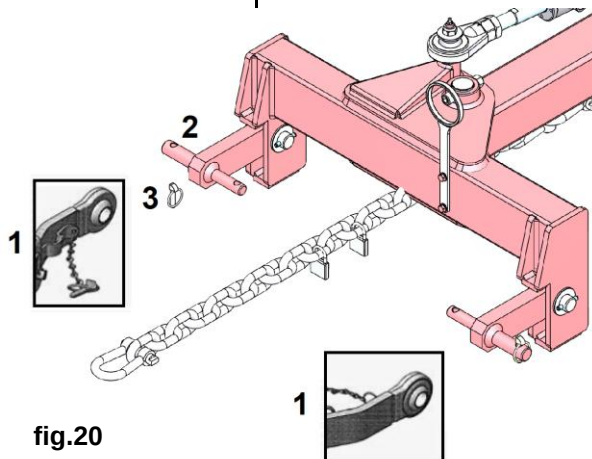

fig.20
Fig.20 - A seconda del tipo di bracci (1), i perni (2) possono essere agganciati oppure inseriti nei rispettivi alloggiamenti. Nel secondo caso, i perni vengono assicurati con spine di sicurezza (3).
Fig.20 - Depending on the type of arms (1), the pins (2) can be attached or inserted into their respective housings. In the second case, the pins are secured with safety pins (3).